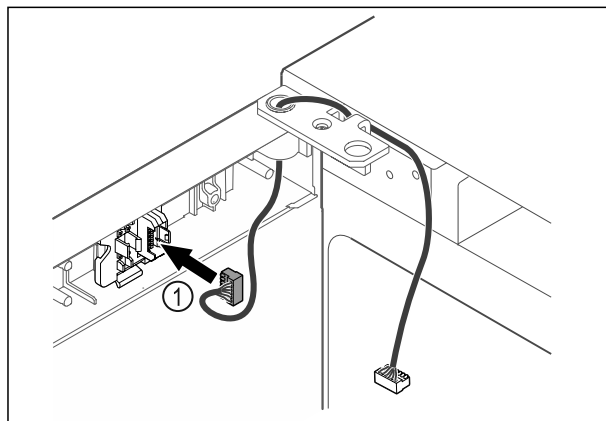

Fig. 48
- ▶ Futni spinën Fig. 48 (1) në mbajtësen e spinës.